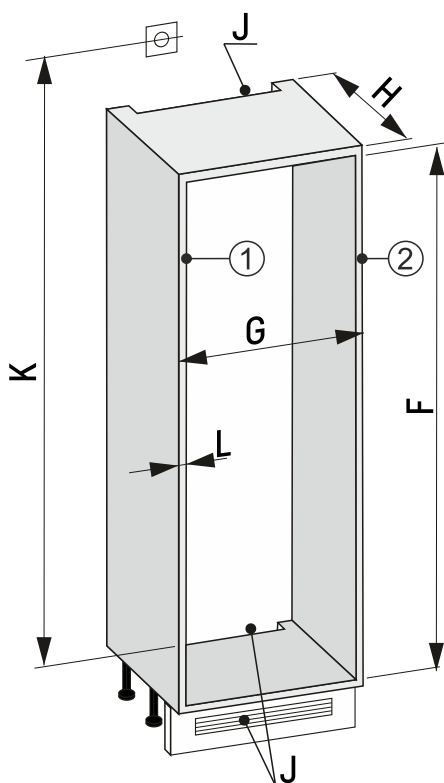

Fig. 91 30"-niche
- Opmål møbelvægstykkelsen Fig. 91 (L).